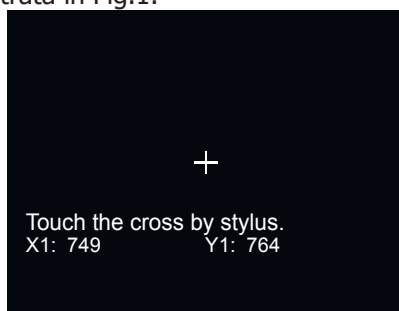

Fig.2
7. La tastiera memorizza le coordinate del punto e sposterà il simbolo " + " al centro dello schermo (Fig.2).